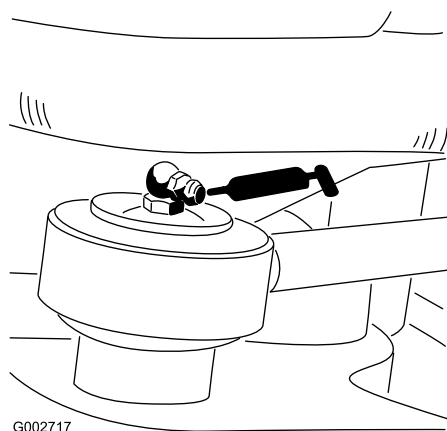

図 24
- ・ ステアリング・シリンダのロッド端部（1ヶ所）（Model 08705 のみ）（図 24）